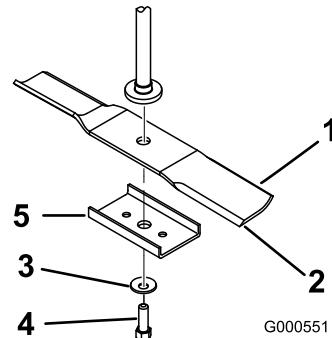

Figura 57
2. Retire a cavilha da lâmina, a anilha curva, esticador de lâmina e lâmina do eixo (Figura 57).
1. Instale a lâmina no veio (Figura 57).
2. Instale um esticador de lâmina, a anilha curva (lado oval virado para a lâmina) e o parafuso da lâmina (Figura 57).